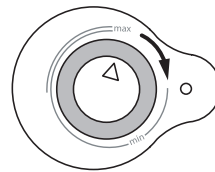

Рис. 3
2. Для включения прибора поверните ручку регулировки скорости выхода пара вправо (по часовой стрелке) (рис. 3). Из распылителя через несколько секунд начнет выходить пар.
Поворачивая ручку регулировки скорости увлажнения по часовой стрелке (рис. 3) Вы задаете скорость увлажнения. Чем больше Вы поворачиваете переключатель, тем производительнее и быстрее скорость увлажнения.